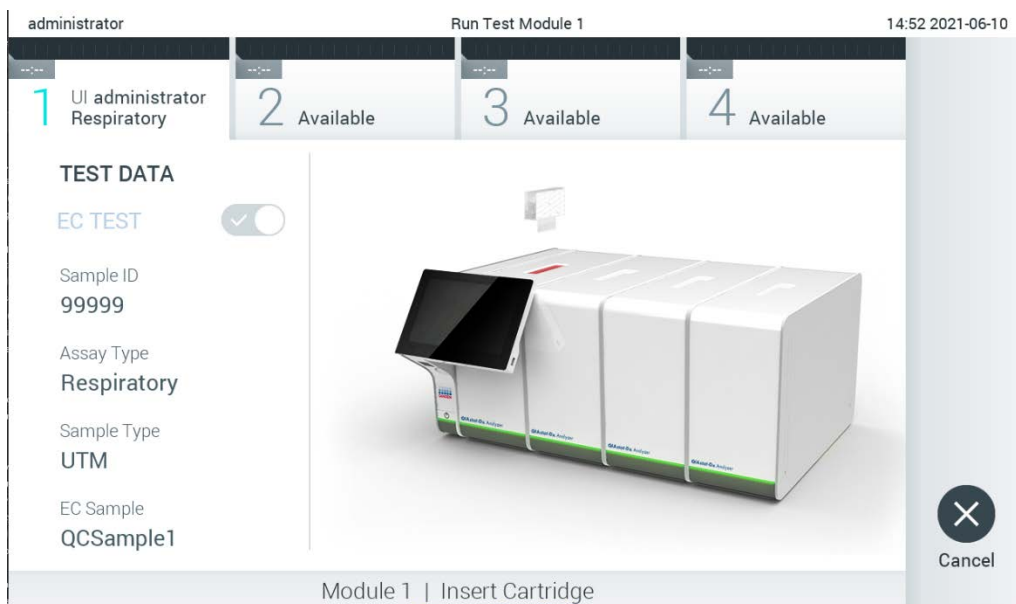

Abbildung 93: Einsetzen der QIAstat-Dx Assay-Kartusche in den QIAstat-Dx Analyzer 1.0.
9. Stellen Sie sicher, dass die Probendeckel der Tupferöffnung und der Hauptöffnung der QIAstat-Dx Assay-Kartusche beide fest verschlossen sind. Sobald sich die Kartuschenöffnung an der Oberseite des QIAstat-Dx Analyzer 1.0 automatisch öffnet, setzen Sie die QIAstat-Dx Assay-Kartusche mit dem Barcode nach links und den Reaktionskammern nach unten ein (Abbildung 93).